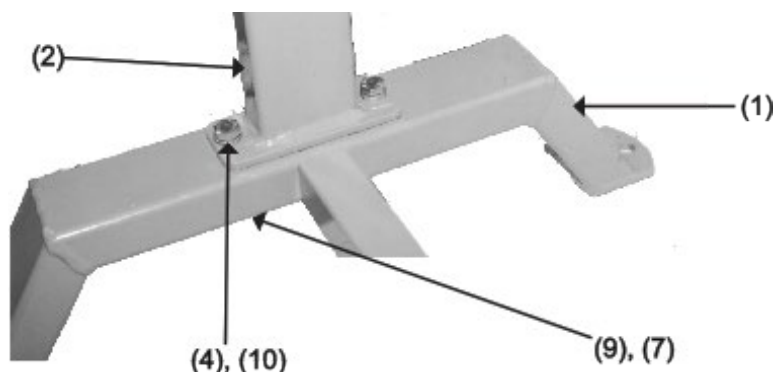

Figura 1
1. Conecte el soporte principal (3) al soporte de la mesa (2). Inserte dos pernos (6) con arandelas (10) hacia abajo a través del soporte de la mesa (2) y el soporte principal (3). Deslice dos arandelas más (10), arandelas de resorte (9) y enrosque las tuercas (7).
2. Fije el soporte de la mesa (2) a la pata (1). Inserte dos pernos (4) con arandelas (10) hacia abajo a través del soporte de la mesa (2) y hacia abajo a través de la pata (1). Deslice dos arandelas más (10), arandelas de resorte (9) y enrosque las tuercas (7). Consulte la Figura 1 para obtener más detalles.